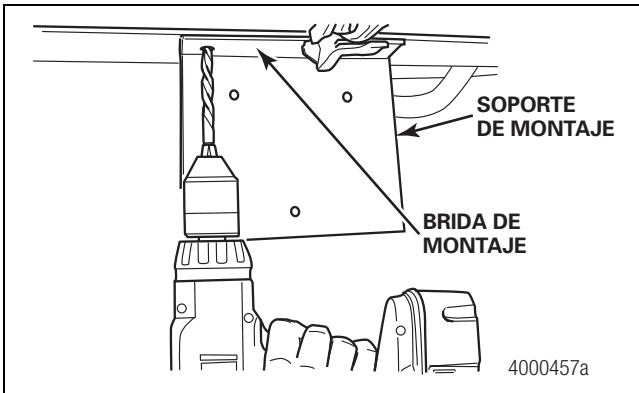
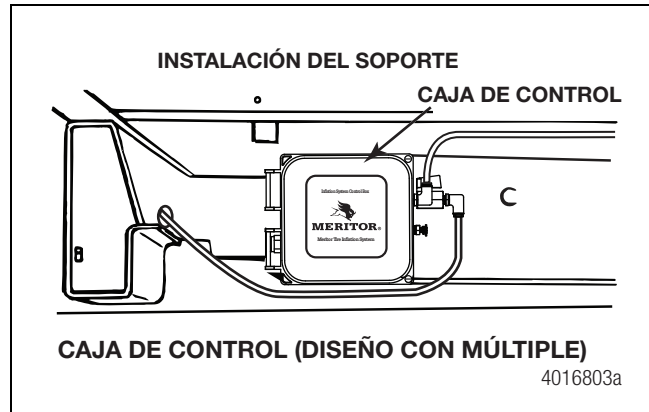
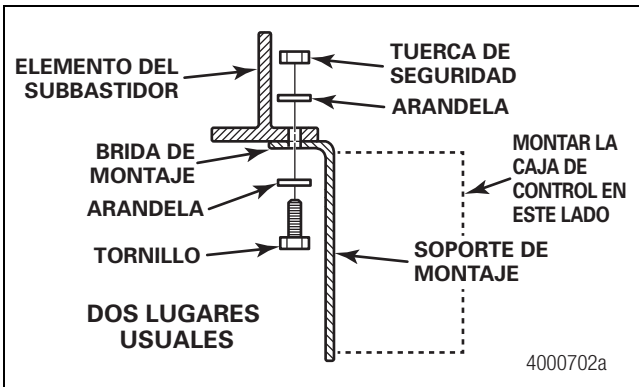
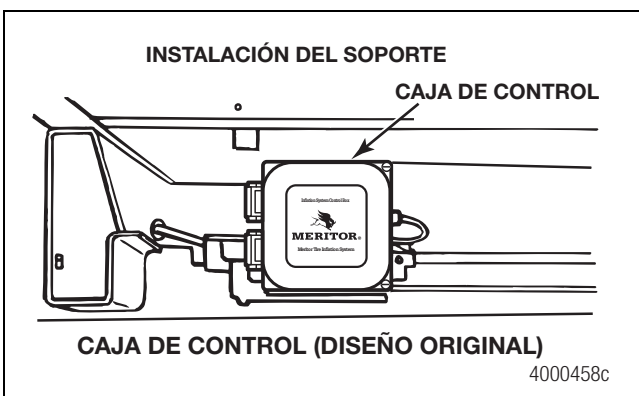

Figura 2.51
Figura 2.54
Figura 2.52
Figura 2.53
- Use como plantilla el soporte de montaje proporcionado y taladre dos agujeros de 5/16 de pulgada (0.80 cm) en el subbastidor del semirremolque. Con los tornillos, arandelas y tuercas de seguridad proporcionados, fije el soporte al subbastidor. Figura 2.51 y Figura 2.52.
4. Instale la caja de control en el soporte de montaje en el lado opuesto de la brida de montaje con ayuda de los tornillos, arandelas y tuercas de seguridad proporcionados de 1/4 de pulgada (6.36 mm). Figura 2.52 , Figura 2.53 y Figura 2.54.